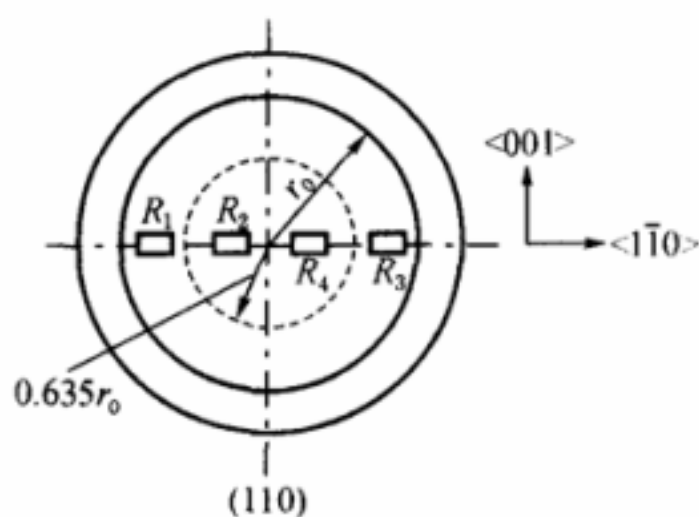

图 2-30 (110)晶面电阻条布片
2-15 某扩散硅压力传感器采用 (110) 晶面 N 型硅膜片，4 个扩散电阻条均径向（即纵向）布置如图 2-30 所示。试说明扩散电阻布置的原则。若电桥供桥电压为 U ，画出电桥原理图，推导电桥输出特性